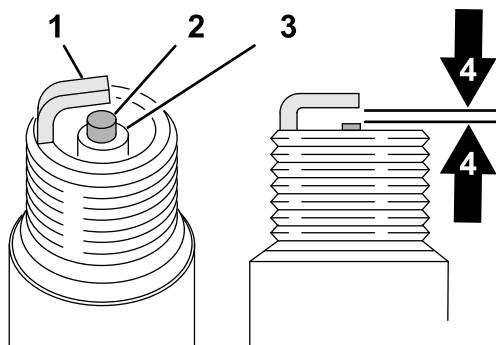

图 165
1. 查看两个火花塞的中心图 165。如果您看到绝缘体上有浅棕色或浅灰色涂层、说明发动机运行正常。如果绝缘体上的涂层为黑色、则通常意味着空气滤清器已变脏。